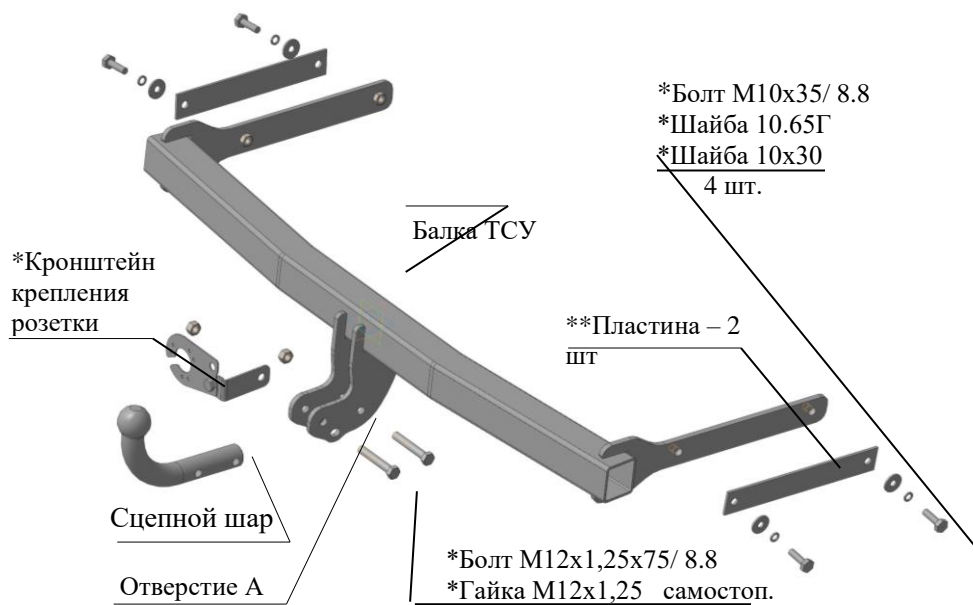

Рис.1 Тягово-сцепное устройство ТСУ 151. 2шт.
2.1 ТСУ 9151 в сборе (рис.1)	1 шт.
2.2 Пакет с комплектующими (см. рис.1)	1 шт.